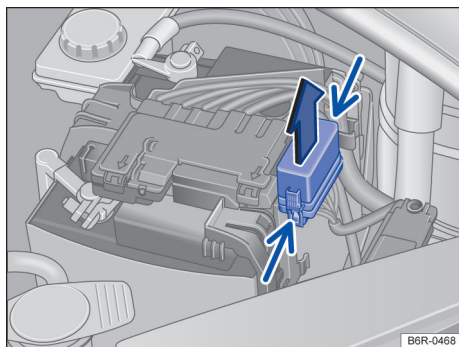

Fig. 118 No compartimento do motor: retirar cobertura da caixa de fusíveis.
- Pressionar as travas no sentido da seta (seta estreita) para destravar a cobertura da caixa de fusíveis → Fig. 118.